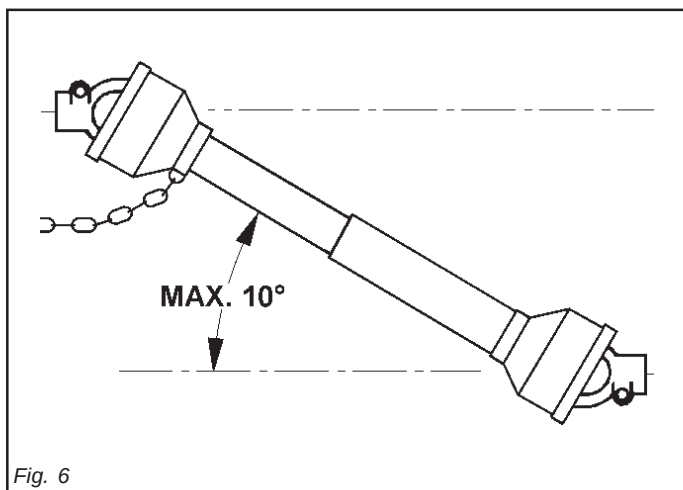

Fig. 6
- 43) Die Zapfwelle immer ausschalten, wenn die Gelenkwelle einen zu großen Winkel einnimmt (nie über 10 Grad - Abb. 6) und wenn sie nicht gebraucht wird.